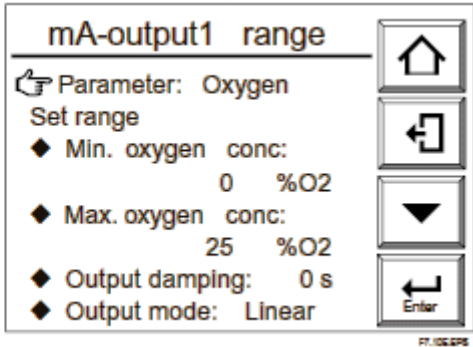

图 7.10 设置“mA 输出 1”
- (3) 从 “mA-outputs” 显示 中选择 “mA-output1”。接着出现如图 7.10 所示
- (4) 在图 7.10 所示的显示中，选择“Min. oxygen con.”并按[ENTER]键显示数字值输入显示，在 4mA 输出点输入氧浓度值；10%的浓度测量输入[010]。
- (5) 同样在图 7.10 所示的显示中，在 20mA 输出点选择“Max. oxygen con.”。用上述步骤 4 同样的方式输入适当的最大氧浓度值（在 20mA 输出点）。
- (6) 采用上述适当步骤的同样方式设置 mA-output2。